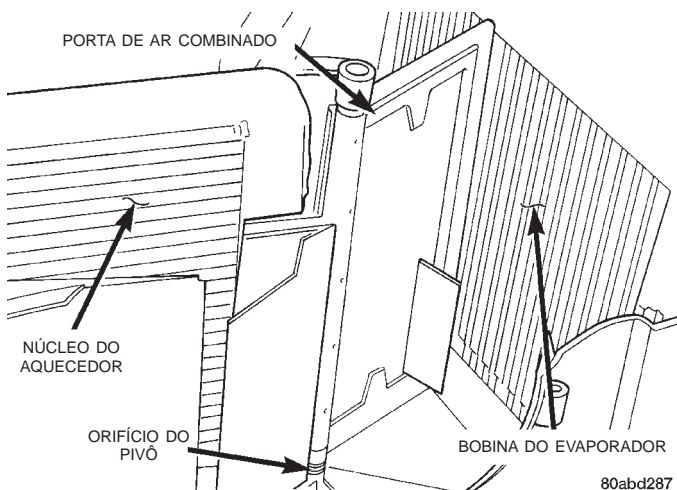

Fig. 54 Porta do Ar Conjugada
(2) Levante o eixo do pivô da porta do ar conjugada para fora do orifício do pivô no fundo da metade inferior do compartimento de A/C-aquecedor (Fig. 54).